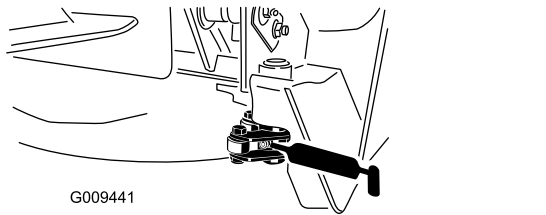

**Figure 67**
**Remarque:** Vous devrez peut-être ouvrir les verrous manuellement pour accéder aux graisseurs (Figure 67). Utilisez un levier pour fermer et ouvrir le verrou.